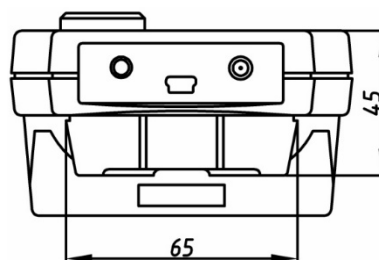

Рисунок 1.5 – Вид снизу электронного блока толщиномера UT-4DL
1.6.1.3 В нижней заглушке корпуса электронного блока находятся: разъем USB Mini B, который предназначен для связи с внешним ПК и питания прибора, разъем DC-jack подключения ВСА, предназначенный для питания и заряда БЭ прибора, разъем audio-jack подключения головных телефонов (рисунок 1.5).